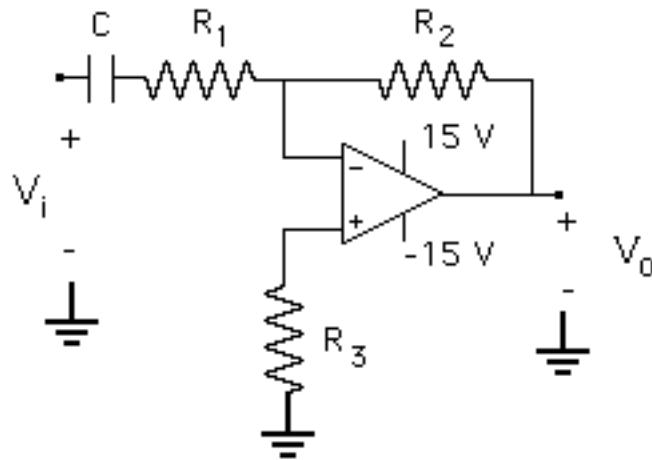

Figura 6.6.- Filtro pasa-alto activo
- h) La frecuencia de corte del filtro pasa alto activo de la figura 6.6 ($2\pi f_c = 1/R_1C$).